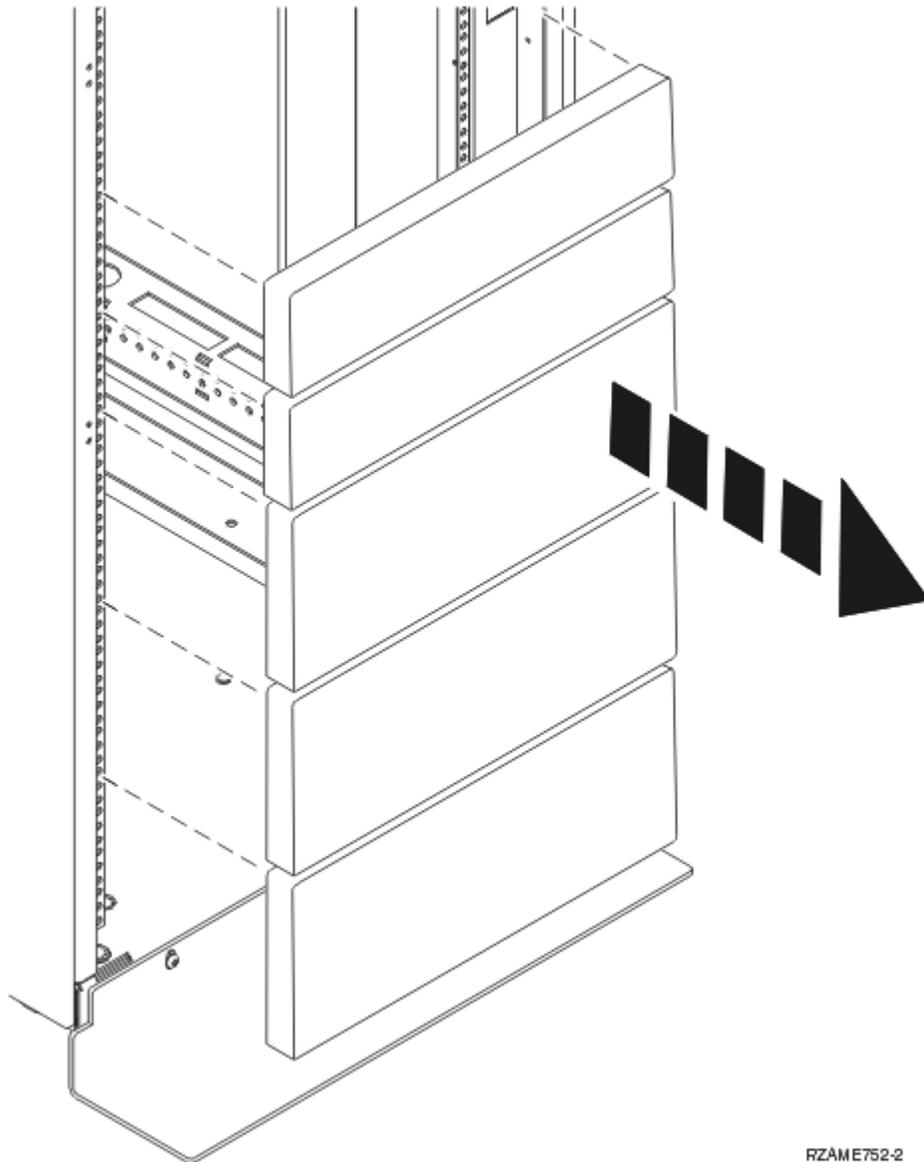

Abbildung 5. Abdeckblenden ausbauen
3. Falls erforderlich, bauen Sie die Abdeckblenden aus, um auf die Positionen im Inneren des Racks zugreifen zu können, an denen die Einheiten installiert werden sollen, wie in Abbildung 5 auf Seite 17 dargestellt.